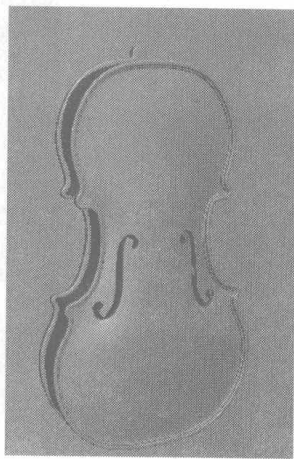

图 5.168
- 27** 单击右键，在弹出的快捷菜单中选择 **Unhide All** 按钮，显示所有模型，然后再将其拼合成一个统一的物体，如图 5.168 所示，至此，小提琴的琴箱部分制作完成。